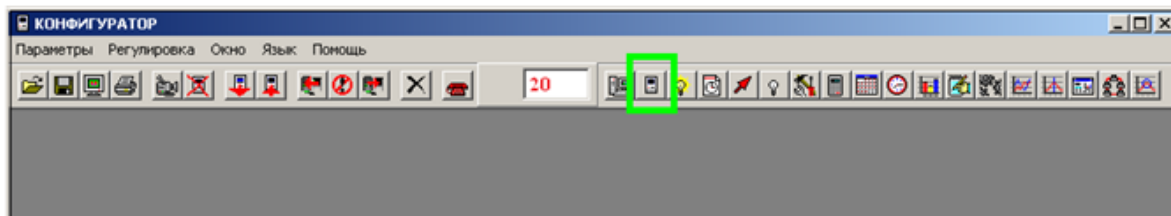

Рисунок 7.1 – Кнопка Параметры и установки
7.2 Нажать кнопку  **Параметры и установки** на панели инструментов (см. рисунок 7.1).